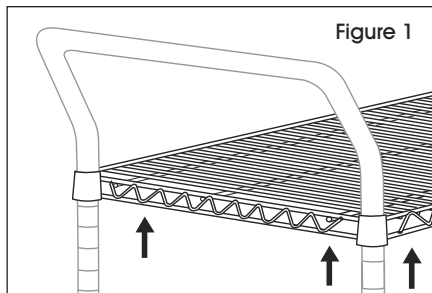

Figure 1
1. Slide top shelf up the posts one end at a time, handles facing out. (See Figure 1)
1. Faites glisser la tablette supérieure vers le haut sur les montants, une extrémité à la fois, poignées vers l'extérieur. (Voir Figure 1)